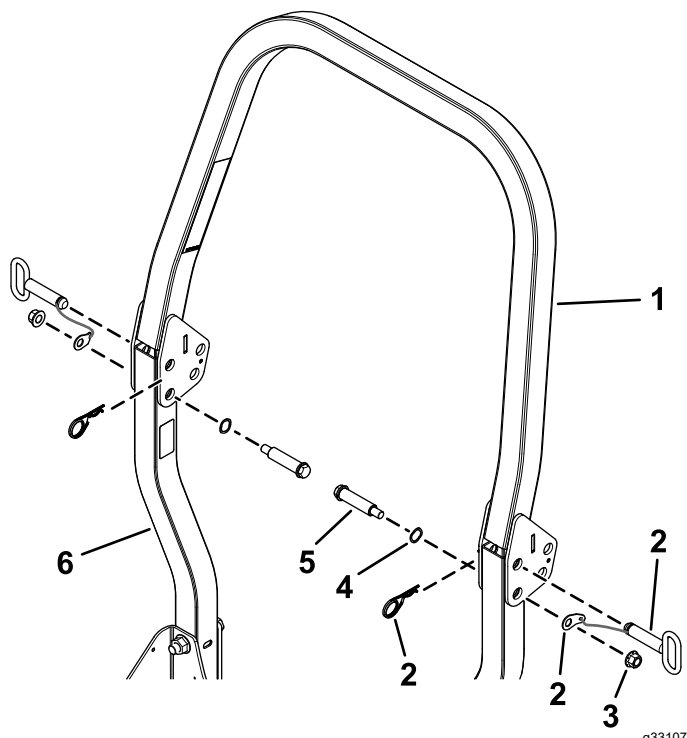

**Figura 2**
2. Sujete los dos topes al conjunto superior de la barra antivuelco (Figura 2).